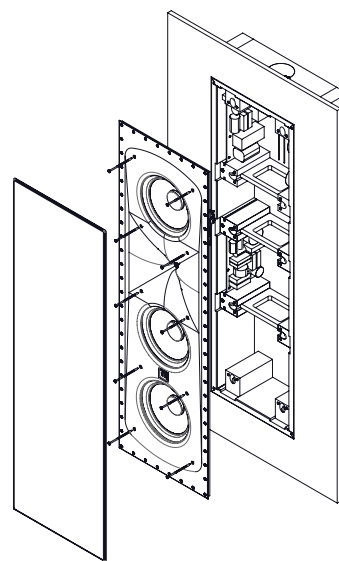

Рисунок 18
4. Прикрепите экран к стенной коробке при помощи десяти винтов в комплекте (рис. 18). Начните с закручивания центральных монтажных винтов.